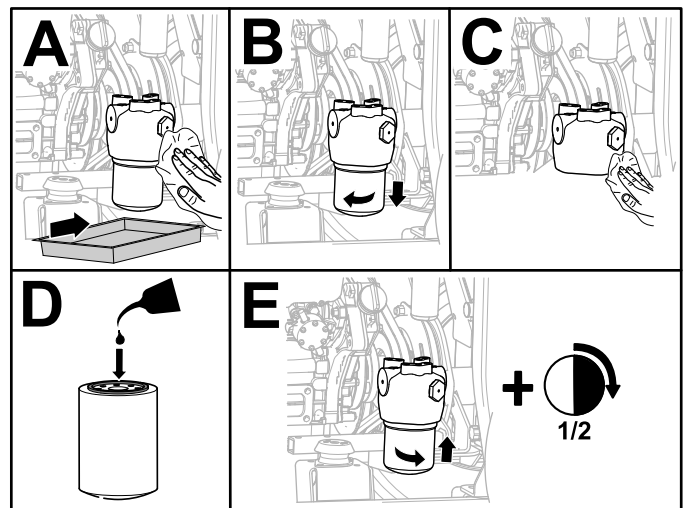

Figura 102
6. Sustituya el filtro hidráulico tal y como se muestra en la Figura 102.